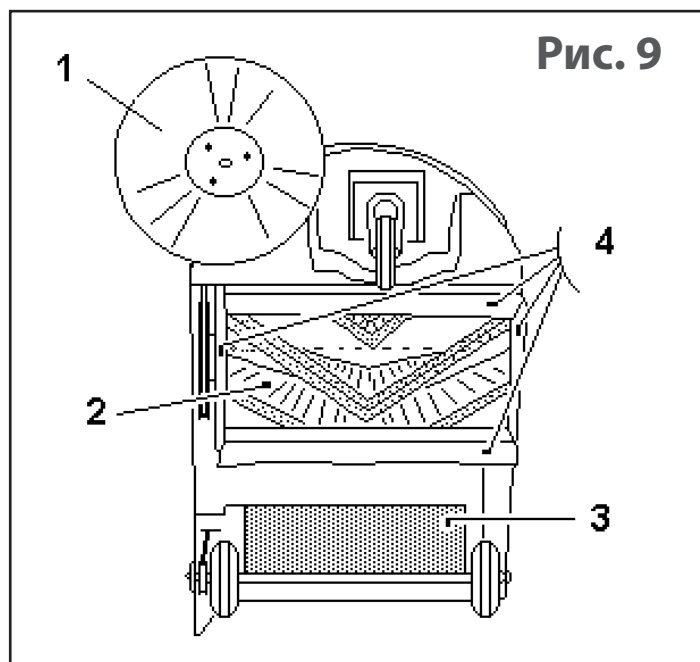

Рис. 9
Каждые **40/70** рабочих часов проверять состояние противопылевых прокладок, **дет. 4, рис. 9**, которые окружают центральную щетку, **дет. 2, рис. 9**. При необходимости выполнить их замену.
Дет. 1, рис. 9. Если она не используется, держать ее поднятой от земли, чтобы избежать ненужного подъема пыли. Когда машина не используется, держать боковую щетку поднятой. Следить, чтобы она ничего не касалась, потому что может загнуться и выйти из строя.
Каждые **50 / 80** рабочих часов или при необходимости проверять состояние центральной щетки, **дет. 2, рис. 9**, главного органа машины, в особенности, если есть подозрение, что случайно были собраны веревки, проволока и проч.
2. Разместить машину, как показано на **рис. 9**, пока рукоятка не опустится на землю.